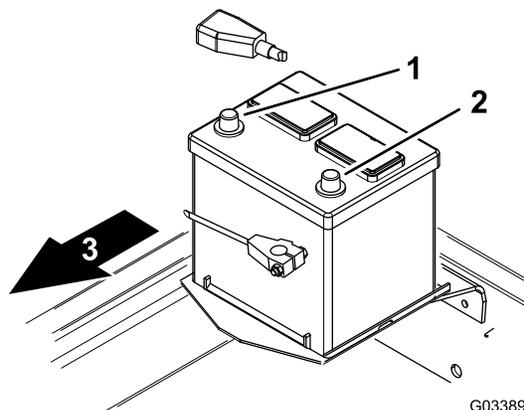

Рисунок 11
2. Подсоедините положительный (красный) кабель аккумуляторной батареи к положительной (+) клемме и наденьте резиновый колпачок на положительную клемму (Рисунок 11).
3. Подсоедините отрицательный (черный) кабель к отрицательной (-) клемме аккумуляторной батареи (Рисунок 11).